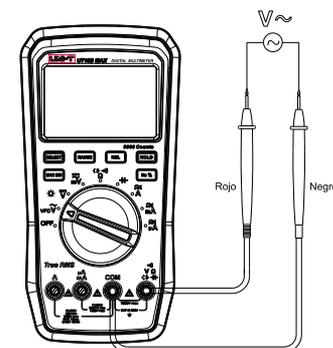

Figura 3
1. Medición de voltaje de AC (Figura 3)